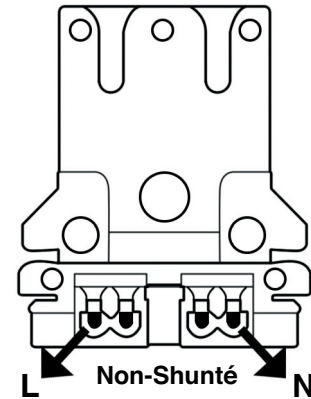

Figure 1. - Configuration de la douille de support de lampe
5. Remplacez la douille shuntée par une douille non shuntée. (Voir Figure 1)
6. Connectez le fil de ligne noire (+) à une extrémité de la douille non shuntée et connectez le fil neutre (-) à l'autre extrémité de la douille. (Voir Figure 1)